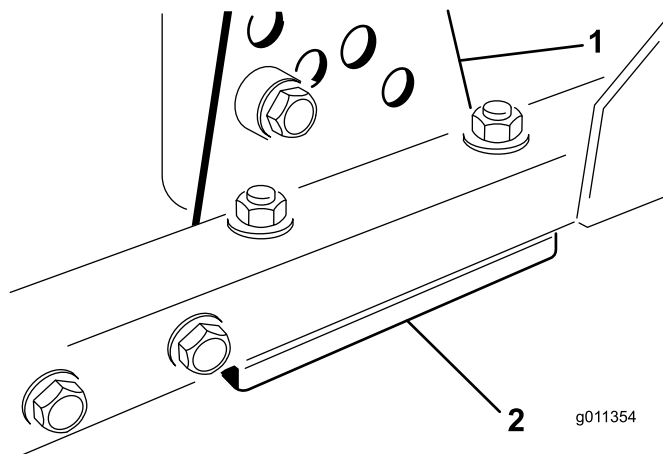

Figura 89
1. Demontujte držák pro nastavení výšky sekání (přední levý nebo pravý) z rámu žací jednotky (Figura 89).
2. Vložte vymešovací podložky o velikosti 1,5 mm a/nebo 0,7 mm mezi rám žací jednotky a držák, abyste dosáhli potřebného nastavení výšky (Figura 89).